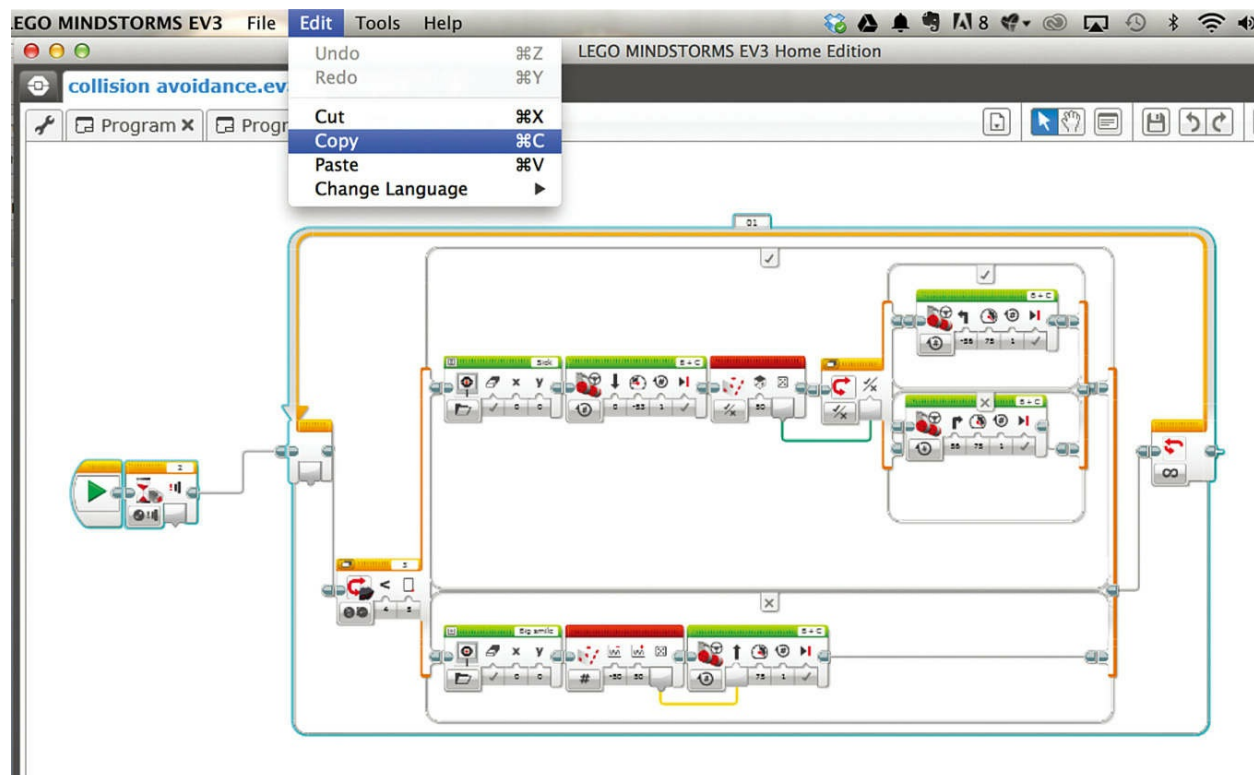

图9.41 复制整个程序
3. 单击“编辑——复制”，如图9.41所示（你也可以使用键盘上的快捷键“Ctrl+C”用于Windows操作系统，“Command+C”用于苹果操作系统）。